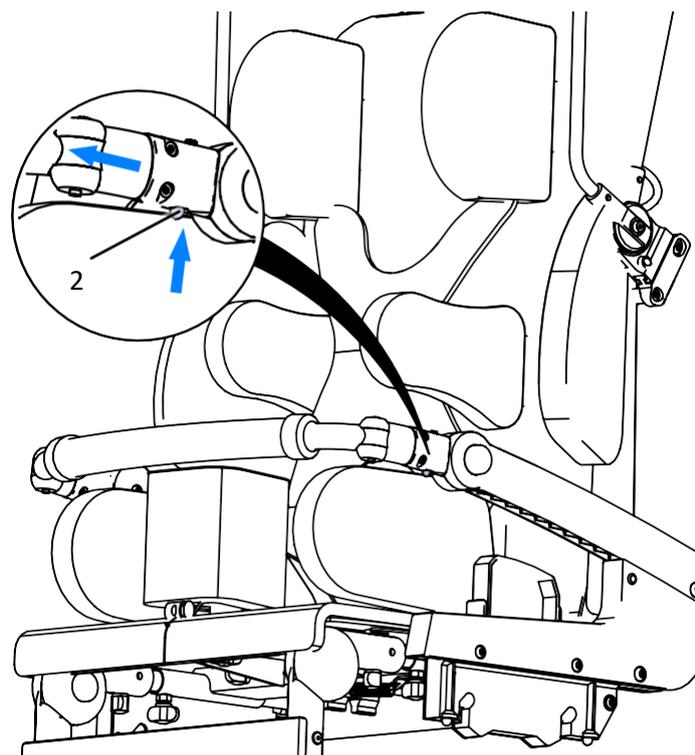

Bild 26
Es ist möglich den Handbügel Abb. 26 zu entfernen. Drücken Sie die Taste (2) des Winkelreglers und ziehen Sie den Bügel aus dem Einstellschlitz heraus.